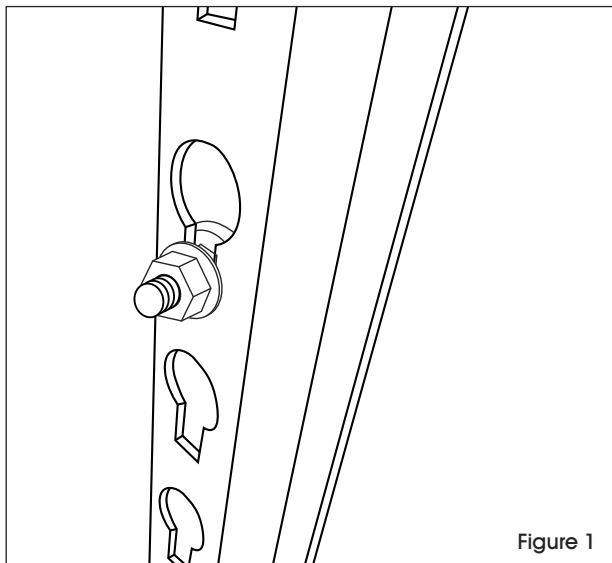

Figure 1
3. Lift out flange nuts and bolts and move to desired shelf level. Hand tighten flange nuts on bolts, but do not fully tighten. (See Figure 1)
3. Soulevez et sortez les boulons et les écrous à embase et déplacez-les à la hauteur voulue. Serrez à la main les écrous à embase mais pas complètement. (Voir Figure 1)